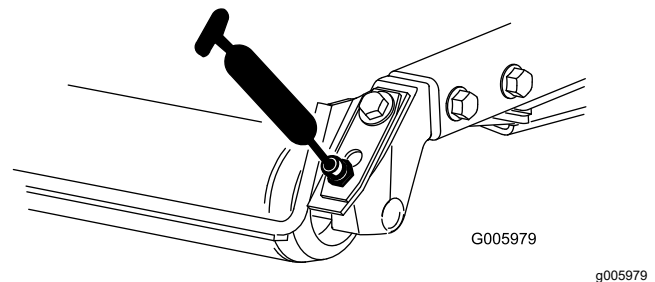

Figura 40
- Cojinetes de los rodillos traseros (2 por unidad de corte) tal y como se muestra en la Figura 40